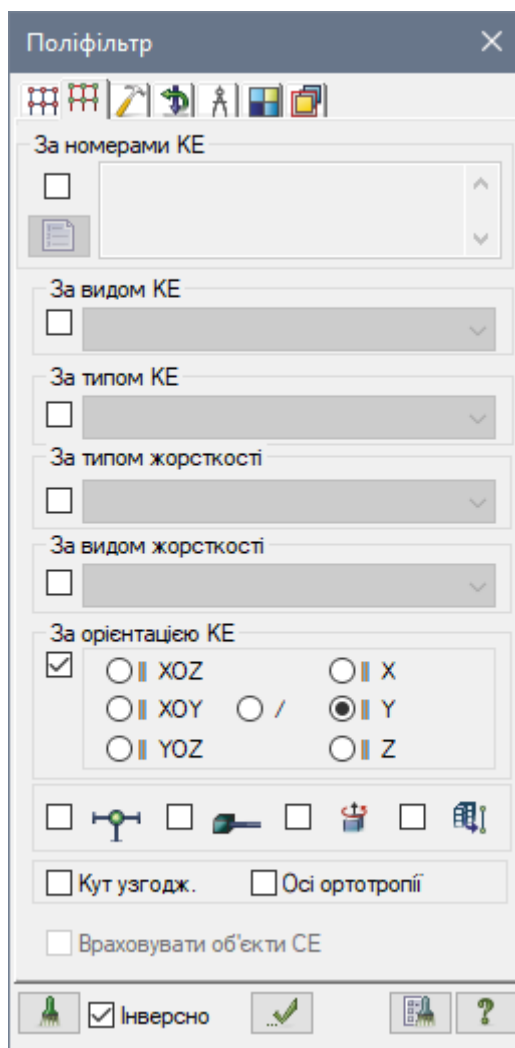

Рис. 12.5. Діалогове вікно Поліфільтр
- Натисніть на кнопку  – **ПоліФільтр** на панелі інструментів **Панель вибору** відкрийте діалогове вікно **ПоліФільтр** (рис. 12.5).